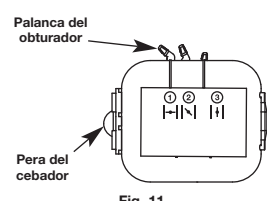

Fig. 11
2. Oprima lentamente y suelte por completo la pera del cebador **10** veces. Deberá verse alguna cantidad de combustible en la pera del cebador (Fig. 11). Si no se ve combustible en la pera, oprima y suelte la pera hasta que se vea el combustible.
3. Mueva la palanca del obturador a la **Posición 1** (Fig. 11).
6. **No apriete el gatillo.** Mueva la palanca del obturador a la **Posición 2** (Fig. 11).
9. **Siga apretando el gatillo.** Mueva la palanca del obturador a la **Posición 3** (Fig. 11).